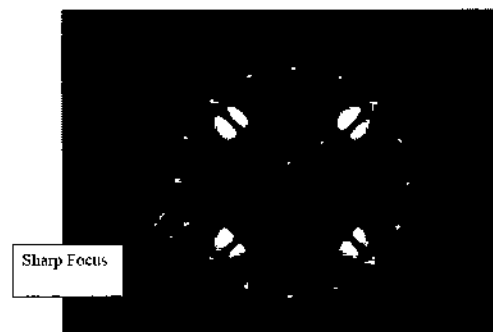

Figura 7.8
- En esta posición las luces blancas brillantes deben estar con un enfoque nítido. (vea la figura 7.8)